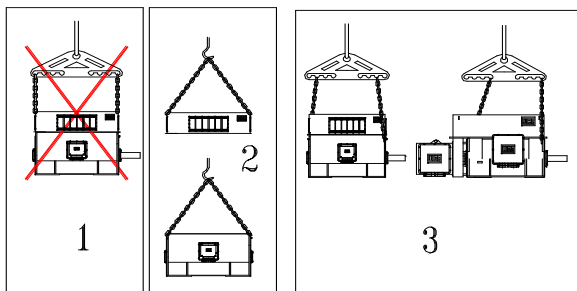

Figura 3.1: Manuseio de motores
- O manuseio do motor deve ser feito conforme indicado nas posições 2 e 3 da Figura 3.1;
- Caso o centro de gravidade não esteja perfeitamente no centro dos olhais de suspensão, utilizar uma das formas mostradas no item 3 da Figura 3.1